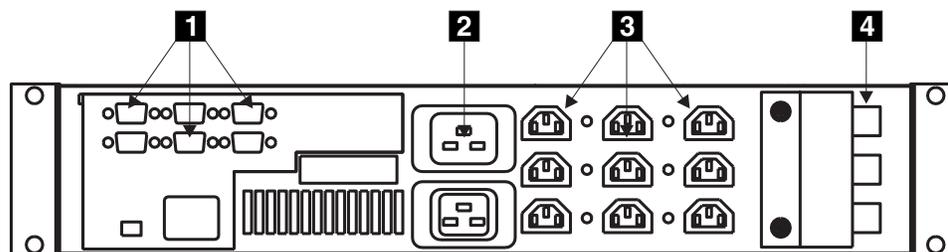

図 109. 無停電電源装置 (背面図)
4. 主電源ケーブル **2** を切り離します。 191 ページの図 109を参照してください。